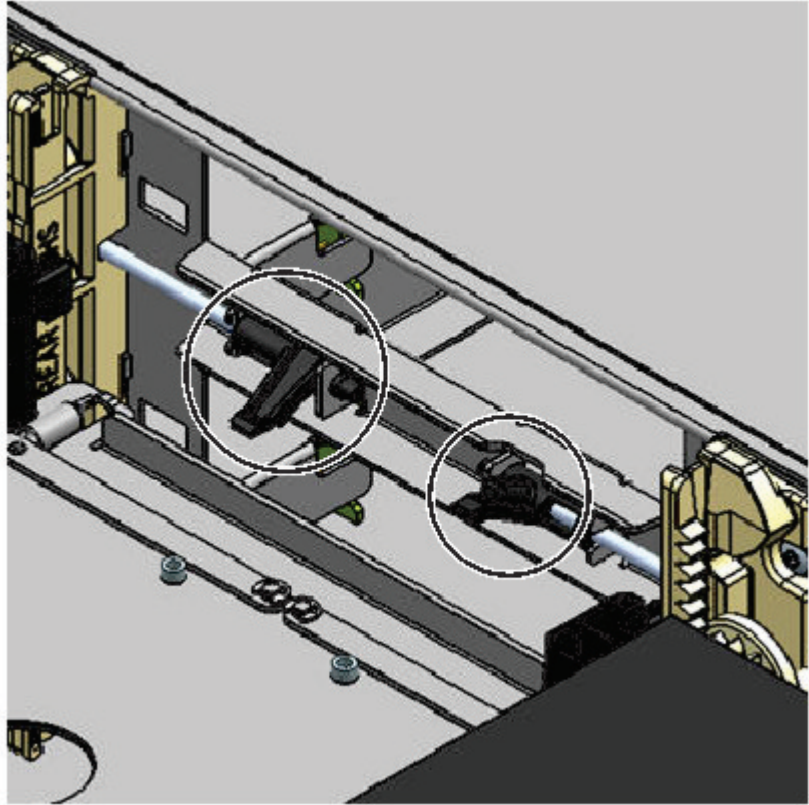

図 70. マガジンのリリース・レバー
1. マガジンのリリース・レバー (151 ページの図 70 の丸で囲まれた箇所) を使用して、左右のマガジンを取り外します。レバーを押し上げ、次にマガジンを引き出します。